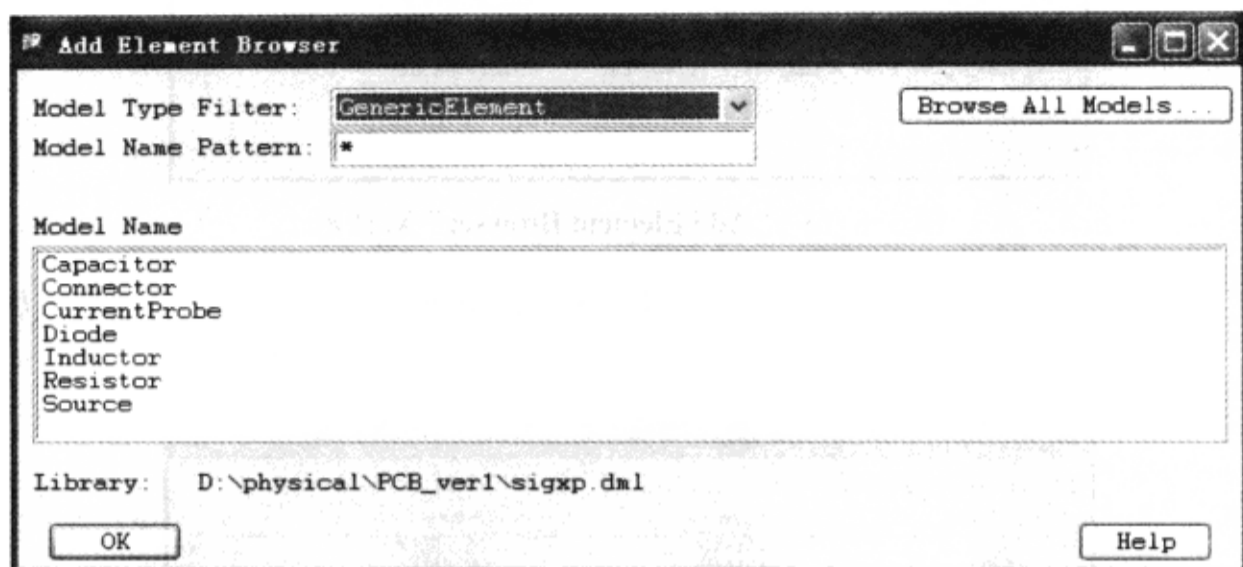

图 3-8-16 “Add Element Browser”对话框
(5) 在“Select IBIS Device Pin”对话框中单击“Close”按钮，关闭“Select IBIS Device Pin”对话框，“Model Browser”对话框重新显示。
(6) 在“Add Element Browser”对话框的“Model Type Filter”栏的下拉菜单中选择“GenericElement（普通元器件）”，如图3-8-16所示。